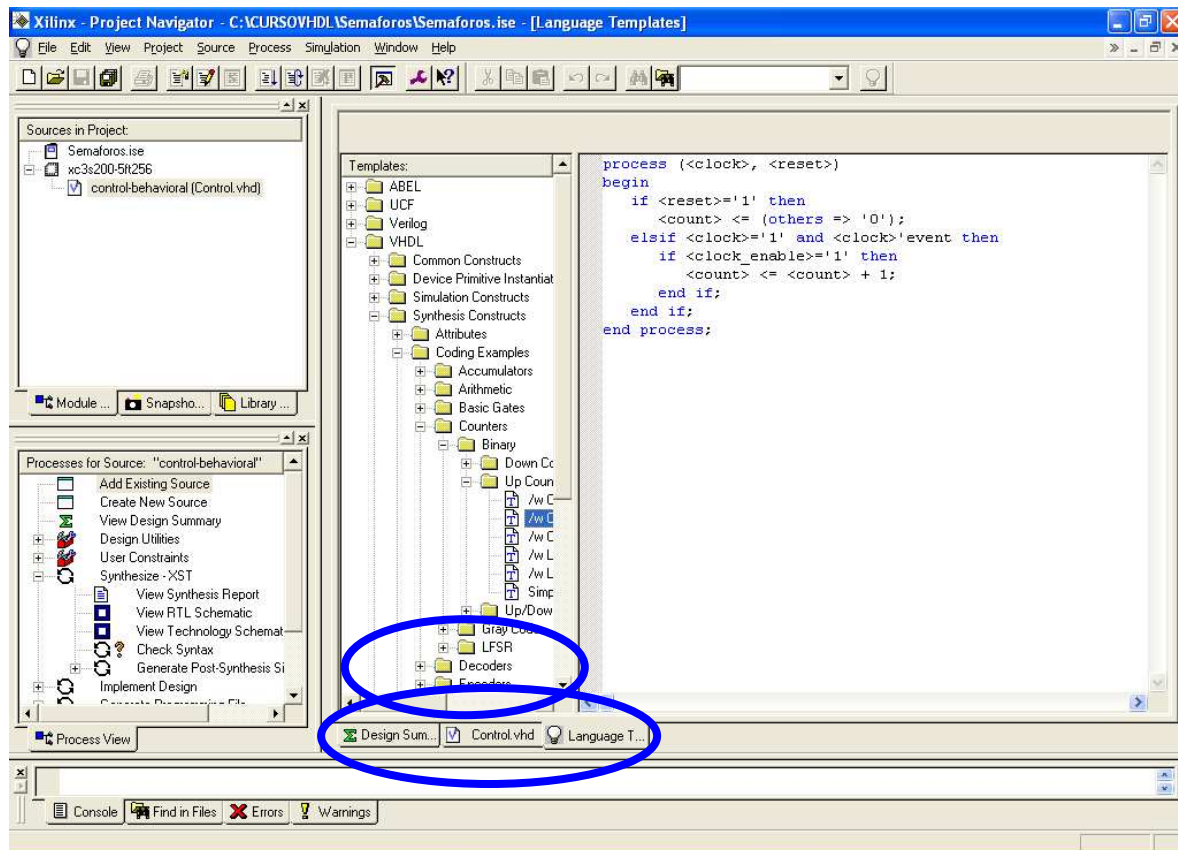

Figura 6.9. Plantilla del diseño de un contador
- Como se tienen varios archivos abiertos, seleccione el archivo “control.VHD”, para regresar al archivo que se está diseñando y pegarle la plantilla del contador; posteriormente, borre las líneas de código “VHDL” que no se utilizarán, ya que el código del contador de la plantilla tiene control de habilitación que no es necesario en el diseño actual. La figura 6.9 señala con un círculo los archivos de trabajo actuales.